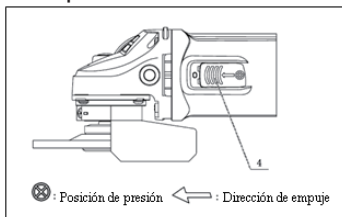

Figura 6
- 1) Al iniciar, sostenga la herramienta firmemente con ambas manos. Por ejemplo, una mano en la cobertura del motor y otra en la manija auxiliar (1).
- 2) Encienda la herramienta presionando ligeramente el botón de encendido/apagado (4) y luego empujándolo hacia adelante. (Vea figura 6)